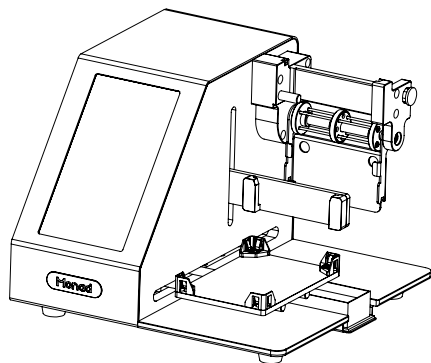

图 2 八道分液仪主机
1. 将插槽 A 锁扣向外拉，释放插槽 A 使其处于如图 2 所示位置；